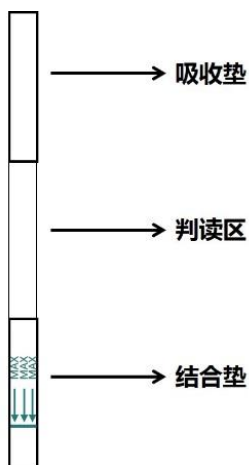

图 1. 一次性核酸检测试纸条结构示意图
1. 根据检测样品数量取出相应数量的试纸条，并在吸收垫（图 1）上做好标记。每根试纸条只能用于单次、单个样品的检测。扩增产物体积为 50~100μL 时，可直接在 200μL PCR 反应管中检测核酸产物，产物体积不
2. PCR、RPA 或 RAA 产物加入 CRISPR 体系酶切反应结束后，打开 PCR 反应管，将试纸条结合垫端（箭头端）插入 PCR 反应管（图 1），液面不得超过结合垫最上端，待判读区全部浸润（约需 1~2min，外界环境温度较低时，如冬季，会降低吸水速度，判读区浸润时间将会延长），待质控线（C 线）显色后，可以将试纸条拿出。根据试纸条显色情况直接读取检测结果。